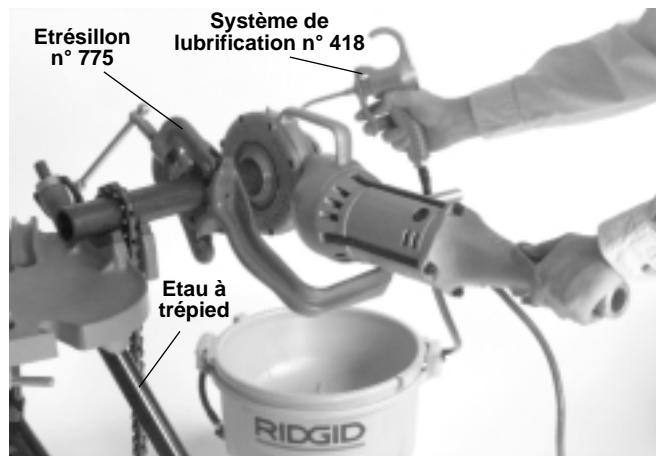

Figure 4 – Filetage d'un tuyau Ø 2 po avec le système d'entraînement positionné du côté gauche de l'étau
3. Assurez-vous que le système de lubrification est bien rempli d'huile de coupe RIDGID. Positionnez le système de lubrification devant l'étau (*Figure 4*).
4. Positionnez l'étrésillon n° 775 sur le tuyau de manière à ce que son tenon se trouve à fleur de l'extrémité du tuyau (*Figures 4 et 5*). Assurez-vous que les mâchoires s'engagent bien d'équerre sur le tuyau, puis serrez la poignée à fond afin d'empêcher le dérapage des mâchoires.
▲ MISE EN GARDE Afin d'éviter de graves blessures, assurez-vous que le système d'entraînement est correctement positionné sur l'étrésillon (*Figures 4, 5 et 6*). Pour les pas à droite, la tête de filière tournera à droite (vue de face). Le couple développé lors de l'opération de filetage sera en sens inverse, voire à gauche.